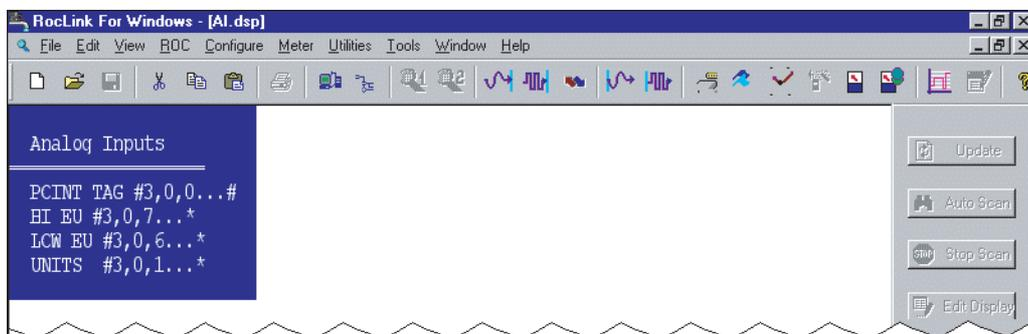

Figura C-7. Cópia dos Dados de Exibição Personalizados
2. Clique e arraste o cursor até a parte inferior do último valor de saída ativo no campo de valor ativo da **Unidade**. Consulte a Figura C-7.